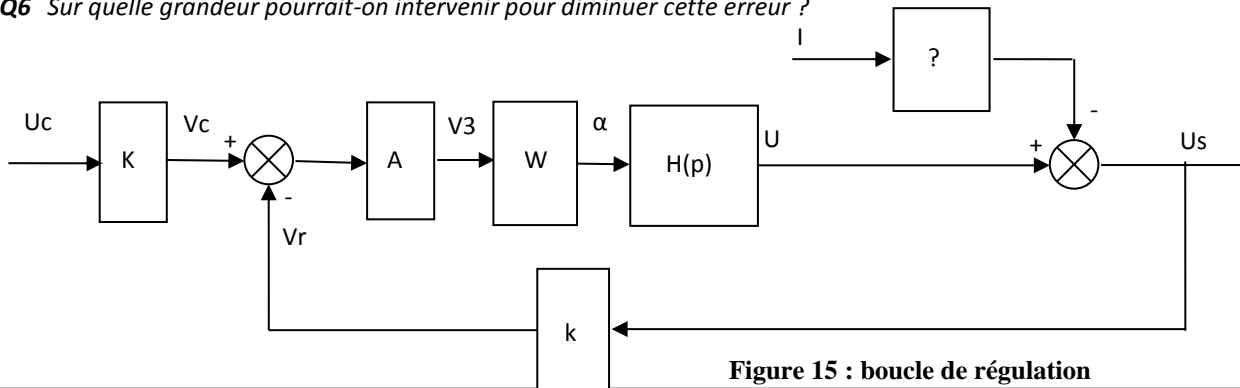

Figure 15 : boucle de régulation
**Q7** Montrer que l'on peut ramener la boucle de régulation de la **figure 15** au schéma bloc de la **figure 16**.